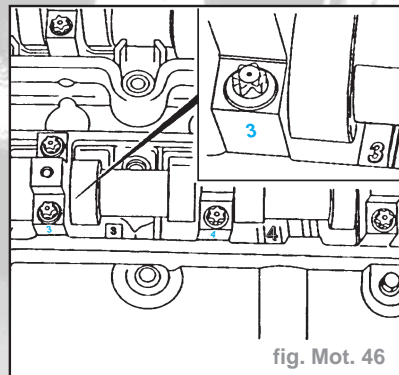

fig. Mot. 46
- Avant de déposer les chapeaux de palier d'arbres à cames de la culasse, noter le numéro visible sur les chapeaux de palier (fig. Mot. 46).